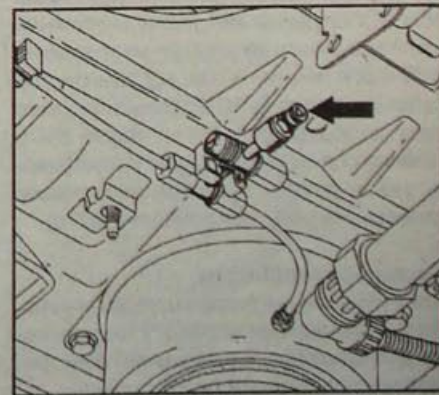

Рис. 11.8. Расположение вентиля на тройнике для выпуска воздуха из системы поддержания высоты кузова
При выполнении любых работ на пневматическом контуре замените уплотнительные кольца трубопроводов (кроме трубопровода, присоединяемого к компрессору) и гайки, а также затягивайте вручную штуцера трубопроводов. Перед проведением работ на системе выпустите из нее сжатый воздух через вентиль на тройнике (рис. 11.8).
- Через вентиль на тройнике (рис. 11.8) выпустите из системы сжатый воздух.